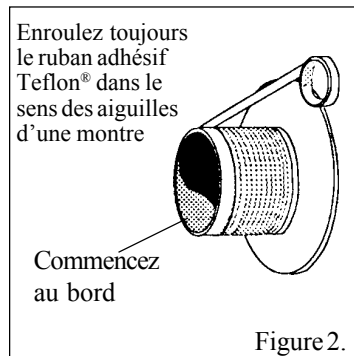

Figure 2.
3. Enroulez le ruban adhésif Teflon® (compris dans l'emballage) autour du collet mural fileté en serrant bien, dans le sens des aiguilles d'une montre (vu de l'arrière), en commençant au bord du filet (voir figure 2) et en allant vers l'aile du collet mural (faites chevaucher à chaque tour la moitié de la largeur du ruban adhésif), puis revenez en arrière jusqu'à votre point de départ.